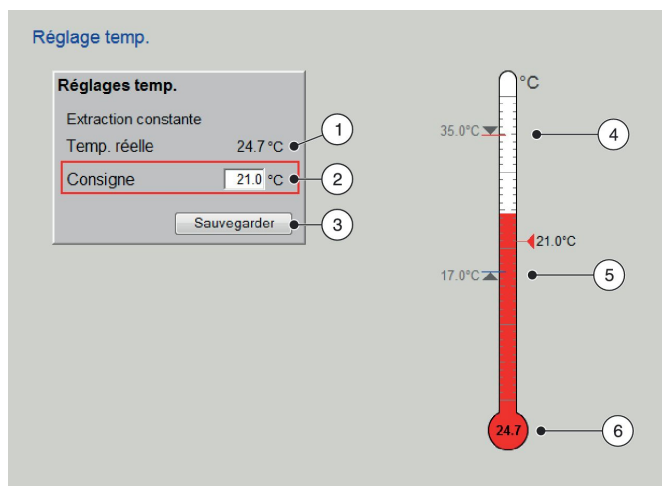

Fig. 29 : Réglage de la température
2. ▶ Saisir une valeur de température de consigne (Fig. 29 /2).
3. ▶ Cliquer sur « Enregistrer » (Fig. 29 /3).